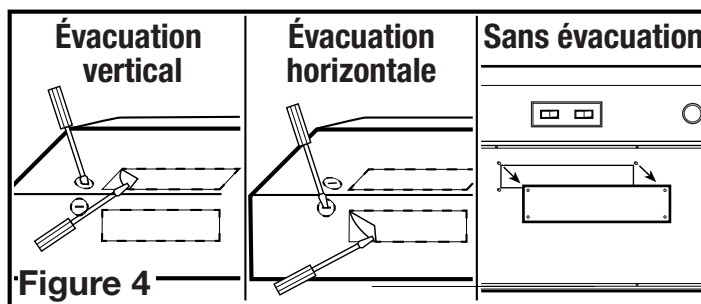

Figure 4
- Évacuation horizontale ou verticale** - Retirez la pièce rectangulaire défonçable. Pour ce faire, insérez un tournevis dans le pourtour et brisez les attaches qui le retiennent. Enlevez ensuite la pièce avec des pinces (**Figure 4**).
- Sans évacuation** - Utilisez un tournevis à douille de 3/8" ou un cliquet, retirez et mettez de côté les 4 écrous tenant la plaque de blocage sans conduit. Cela permettra d'exposer les événements de la grille sur le dessus de la hotte (**Figure 4**).
**REMARQUE : POUR LES INSTALLATIONS SANS CONDUITS SEULEMENT,** si vous ne l'avez pas déjà fait dans les étapes précédentes, retirez la plaque de blocage du ventilateur sous le dessus de la hotte (**Figure 4**).